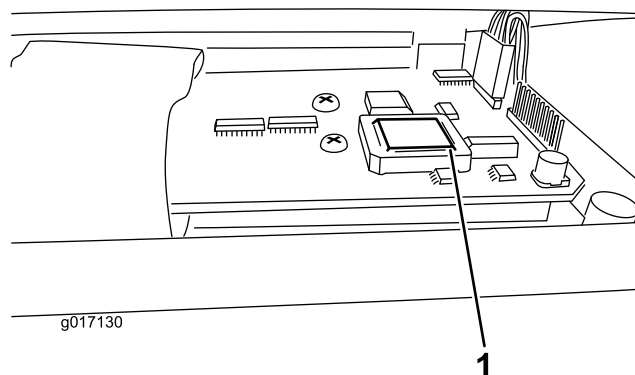

図 7
2. 現在のチップを外し、付属の工具を使って新しいチップを取りつける。工具の使用方法については、工具についている説明書を参照のこと（図 7）。